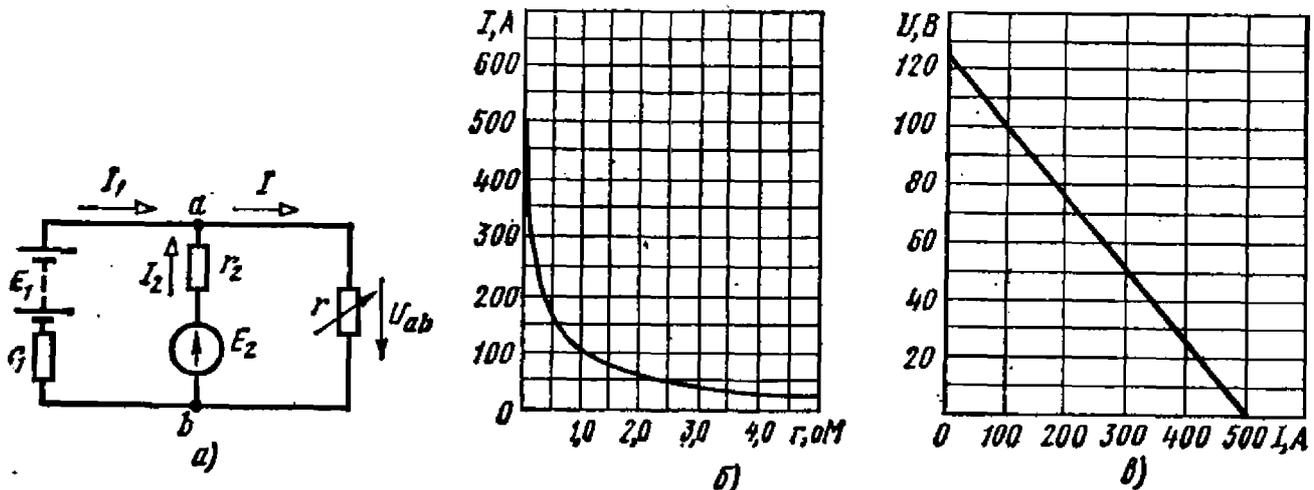

Рис. 1.31
1.31. На рис. 1.31, *a* приведена схема соединения аккумуляторной батареи и генератора постоянного тока, присоединенных
На рис. 1.31, б, в построены кривые $I(r)$ и $U(I)$, при этом максимальное значение тока I равно току короткого замыкания